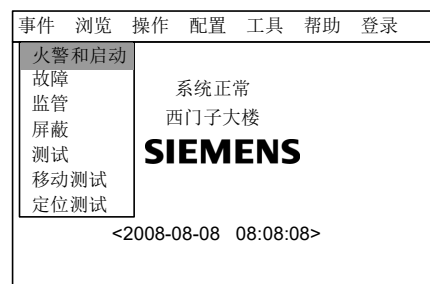

图 29-1
1. 按“菜单”键进入主菜单 (图 29-1)。主菜单显示。